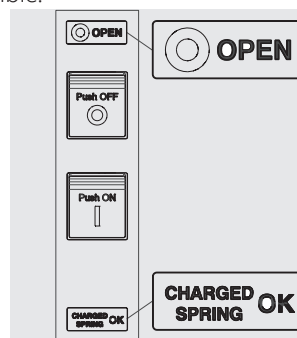

Figura 33
- Interruptor abierto con resortes cargados (véase Figura 33).